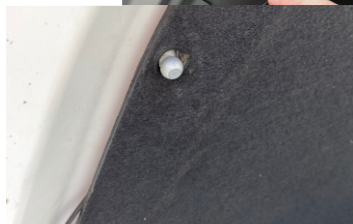

Рис.3
3. Вкрутить в планку закладную шарнир с шайбой. Затянуть шарнир высокой торцевой головкой №10 с усилием 9 Нм. (Рис.3). Аналогично установить шарнир на другую сторону автомобиля.